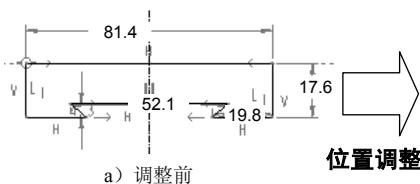

图 5.2.31 尺寸位置调整
③ 按下“尺寸显示的开关”按钮 \square ，并将草图的尺寸移动至适当的位置，如图 5.2.31 所示。
④ 将符合设计意图的“弱”尺寸转换为“强”尺寸。